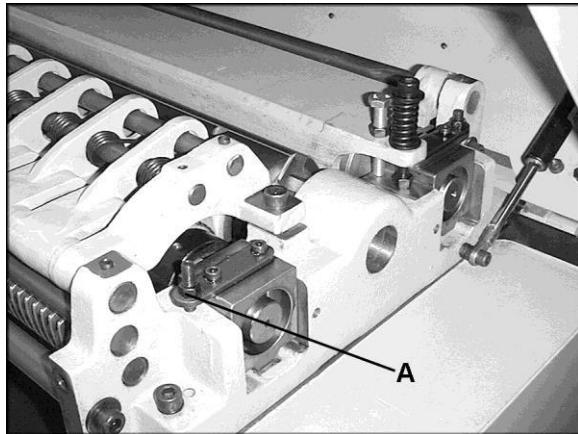

Рис. 14
5. Если ролик подачи ниже строгального вала не на 1,6 мм, откорректируйте, ослабив шестигранную гайку и вращая регулировочный винт (A, рис. 14) при помощи шестигранного ключа.
7. Затяните шестигранные гайки (A, Рис. 14). Когда закончите настройку.